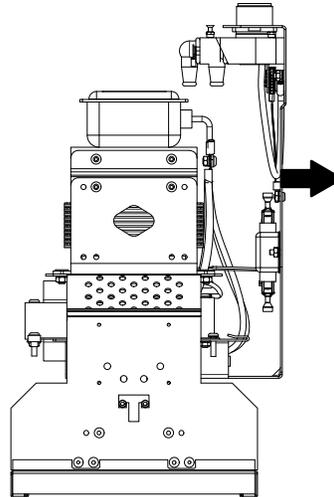

Figura 6-17 Rimozione della staffa del trasformatore (qui nella versione con soffiante esterno)
5. Vedi figura 6-17. Allontanare la staffa del trasformatore dal gruppo guida d'onda abbastanza da poter accedere ai collegamenti del cablaggio.